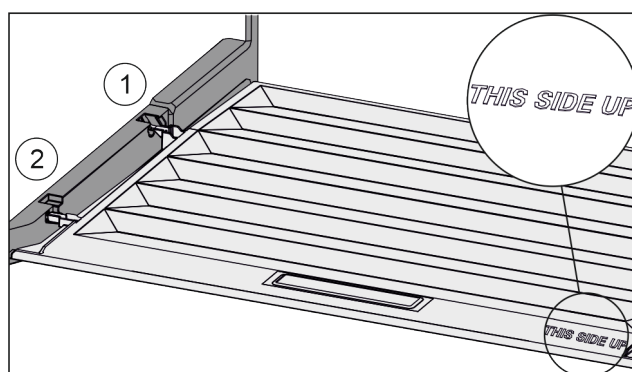

Fig. 28
- Výstupky víka zaveďte do zadních držáků Fig. 28 (1) a vpředu zaklesněte do držáku Fig. 28 (2).